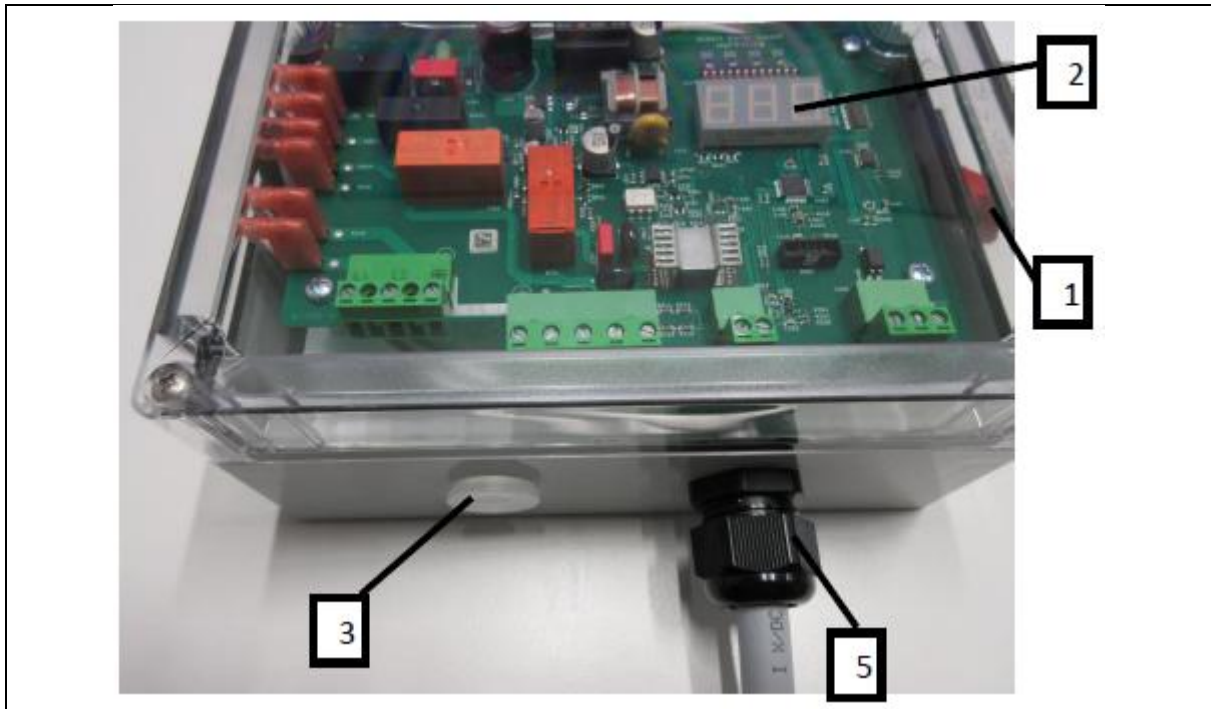

Fig. 8: oitier de contrôle extérieur
Quand l'alimentation est connecté et que l'interrupteur principal est sur ON (item 1, Fig. 8), l'appareil est prêt à fonctionner après 20 secondes. L'appareil indique qu'il est prêt à fonctionner en affichant 3 lignes horizontales sur l'affichage. (voir Fig. 7).